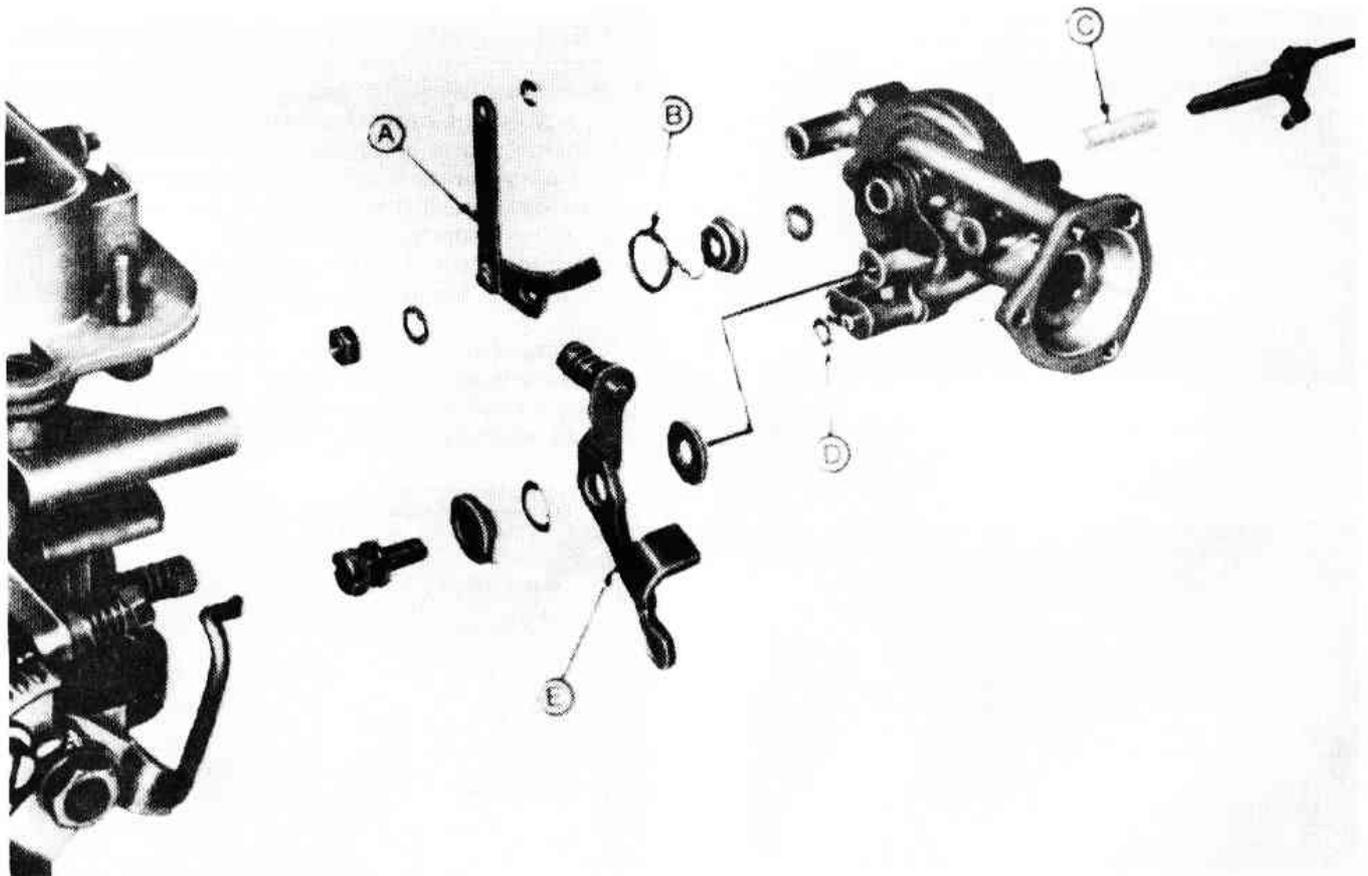

Рис. 3.64. Детали автоматической заслонки карбюратора "Вебер" (Разд. 27)
10. Проверив диафрагму и уплотнительное кольцо на наличие трещин, соберите механизм воздушной заслонки (Рис.3.64).